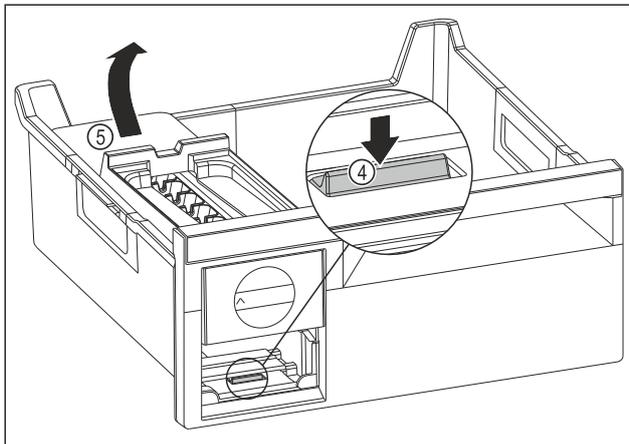

Fig. 158
- ▶ EasyTwist-Ice-Körper entnehmen: Lasche Fig. 158 (4) mit Finger nach unten drücken und gleichzeitig mit der anderen Hand den EasyTwist-Ice-Körper Fig. 158 (5) von hinten anheben.